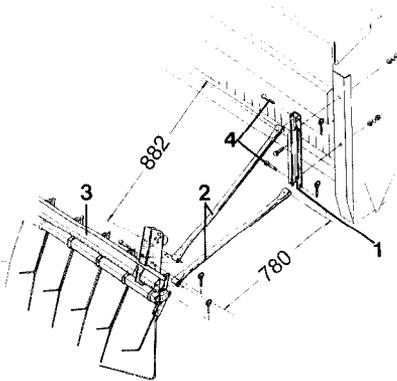
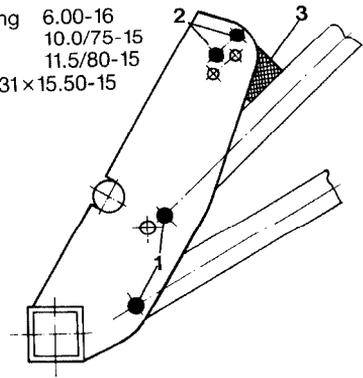

Fig. 59
Fig. 60
- Taschen (Fig. 59/1) rechts und links außen am Saatkasten befestigen.
- Schwingmetallpuffer (Fig. 60/3) nach Fig. 60/2 verschrauben.
- Halterohre (Fig. 59/2) am Exaktstriegel (Fig. 59/3) mit Bolzen (Fig. 60/1) und an den Taschen (Fig. 59/1) mit Bolzen (Fig. 59/4) abstecken und mit Klappsplinten sichern.